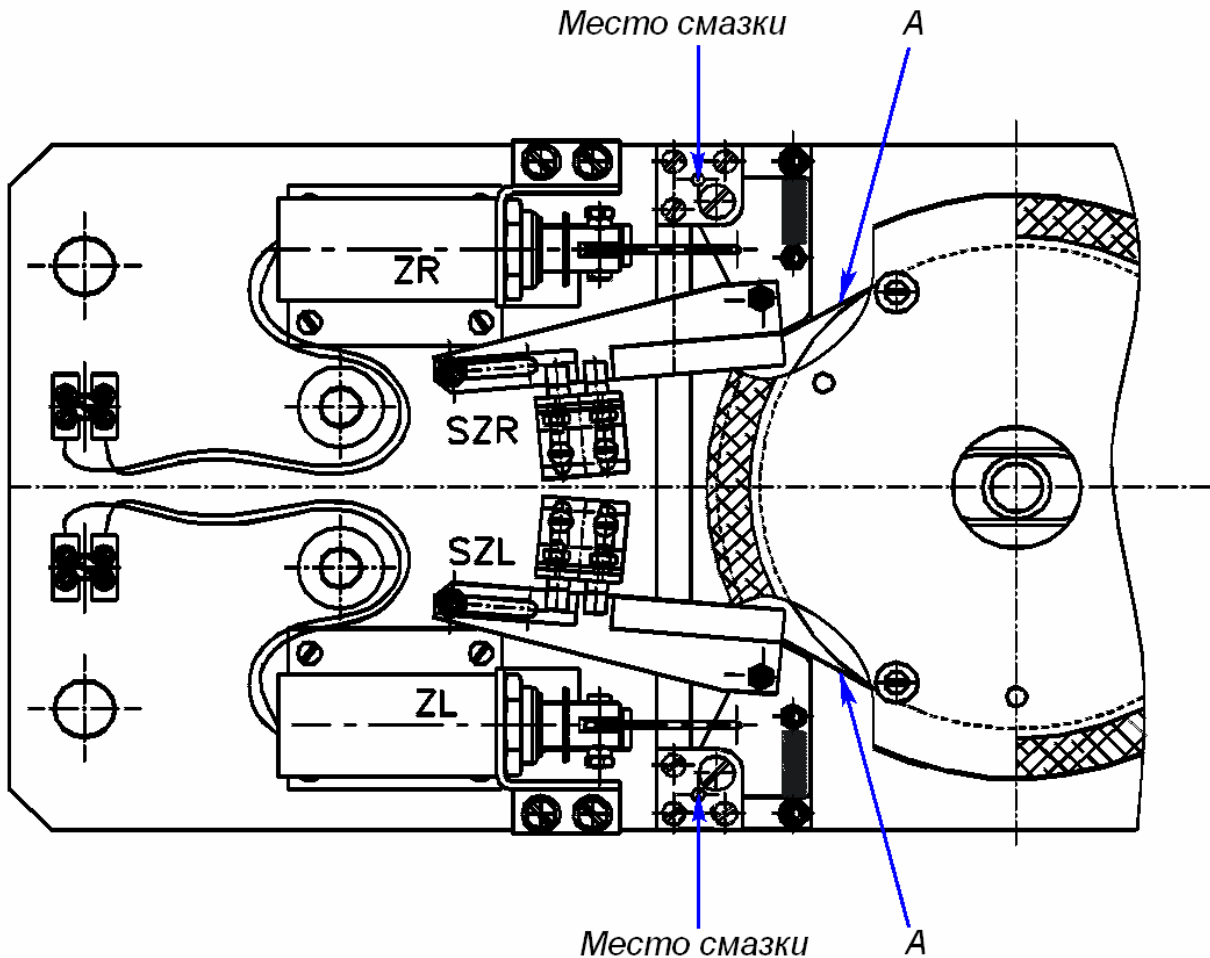

Рисунок 19. Вид сверху на исполнительный механизм, установленный в балке привода (13), с указанием мест смазки
- стопорные шпонки и контактные поверхности А исполнительного механизма. По две – три капли масла в каждое место смазки (места смазки указаны на рис. 19);